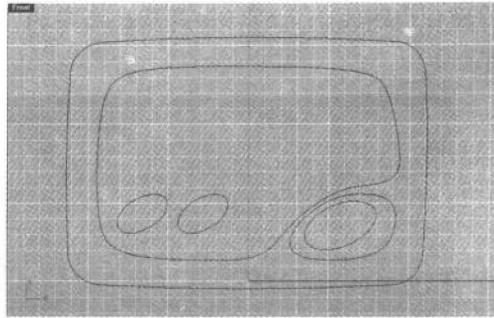

图 1.11 画按钮等曲线
- (13) 用以上介绍的方法再绘制一个大一点的椭圆和一个封闭曲线，如图 1.11 所示。